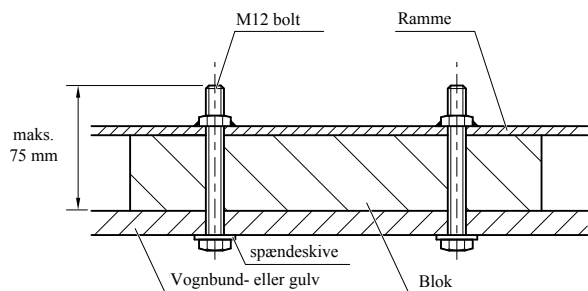

Fig. 8.3 Tværsnit
**Sørg for, at boltene ikke stikker mere end 75 mm op gennem vognbunden eller -gulvet (check, se fig. 8.3). Hvis boltene er for lange, kan de lave hul i brændstoftanken.**